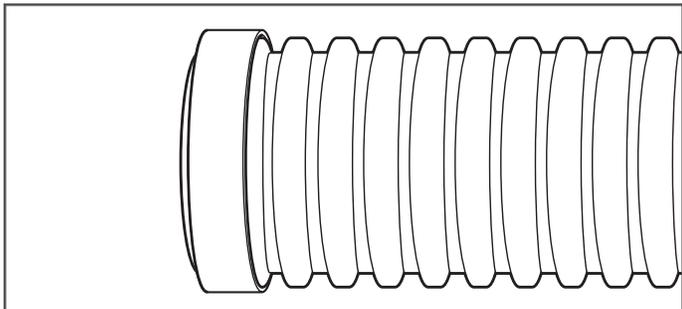

Figure 22-9
7. Dégarnissez le tuyau de saignée régulièrement dans le creux d'une ondulation. Installez la bague de serrage en caoutchouc dans le creux après la première ondulation. Faites glisser le tuyau de saignée dans le raccord d'admission jusqu'à ce que la surface de la bague de serrage en caoutchouc soit à fleur de la surface du corps du raccord d'admission de saignée (Figure 22-9).